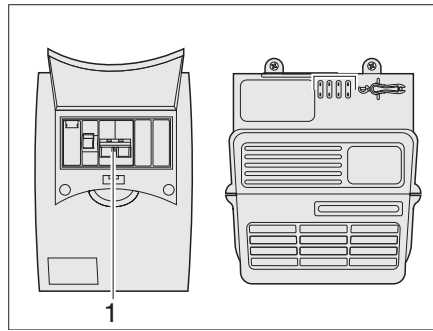

Bild 93 Fehlerstromschutzschalter
Ein Fehlerstromschutzschalter (Bild 93,1) sichert das 230-V-Bordnetz ab. Der Fehlerstromschutzschalter ist in das Netzgerät integriert.
- 230-V-Leitungsschutzschalter (siehe Bild 93) und Hauptschalter Batterie (siehe Bild 86) kurz ein- und ausschalten, um den Stromfluss zu unterbrechen.